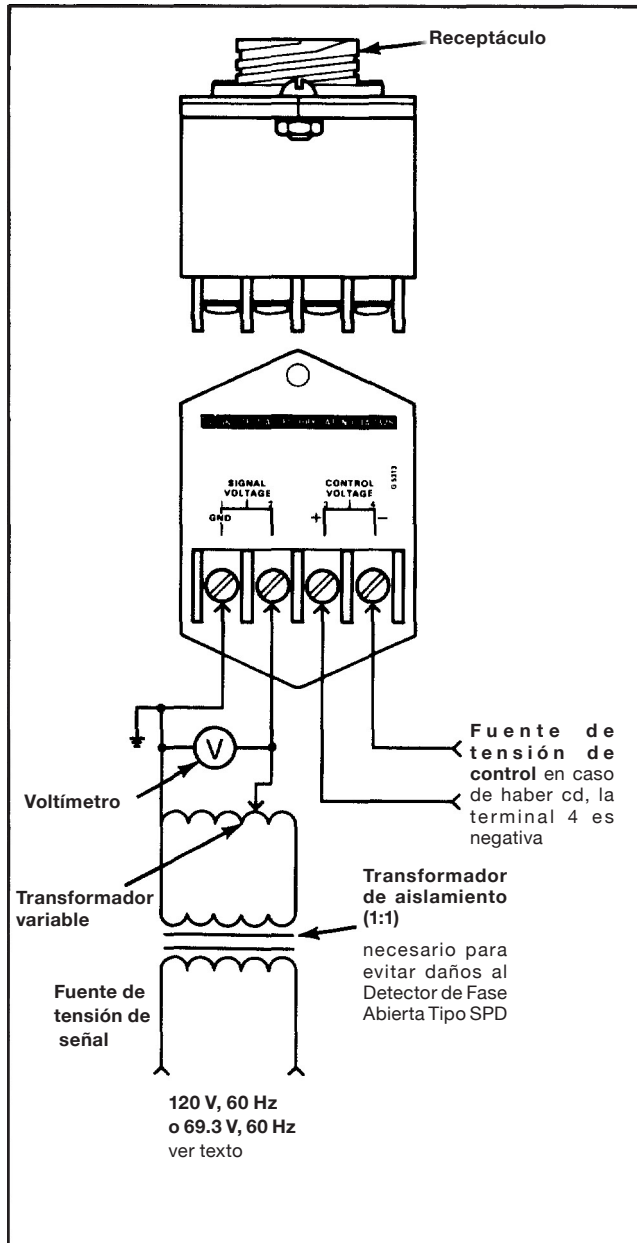

Figura 3. Accesorio de Prueba de S&C con Número de Catálogo TA-1325 y diagrama de conexión.
Si va a transcurrir cierto tiempo antes de conectar la alta tensión al seccionador, es posible que el usuario quiera realizar una verificación preliminar con el fin de acelerar el suministro pleno una vez que haya alta tensión disponible. Por tal motivo se ofrece el Accesorio de Prueba de S&C, correspondiente al Número de Catálogo TA-1325; dicho dispositivo permite verificar la operación del Detector de Fase Abierta Tipo SPD mediante el ingreso de una señal monofásica externa y una fuente de control separada. Ver Figura 3. El accesorio de prueba consiste de un receptáculo que está interconectado a una regleta de terminales. Cuando se utiliza el accesorio de pruebas se puede simular una condición de desbalance (fase abierta) y es posible lograr las configuraciones precisas del marcador de ajustes para el nivel de desbalance de tensión y para el retraso de tiempo. Sin embargo, no es posible realizar los ajustes al resistor de carga sino hasta que se haya aplicado alta tensión al seccionador. Continúe según se indica a continuación.
4. Establezca las conexiones de tensión de control y de tensión de señal hacia la regleta de terminales del accesorio de prueba según se indica en la Figura 3.